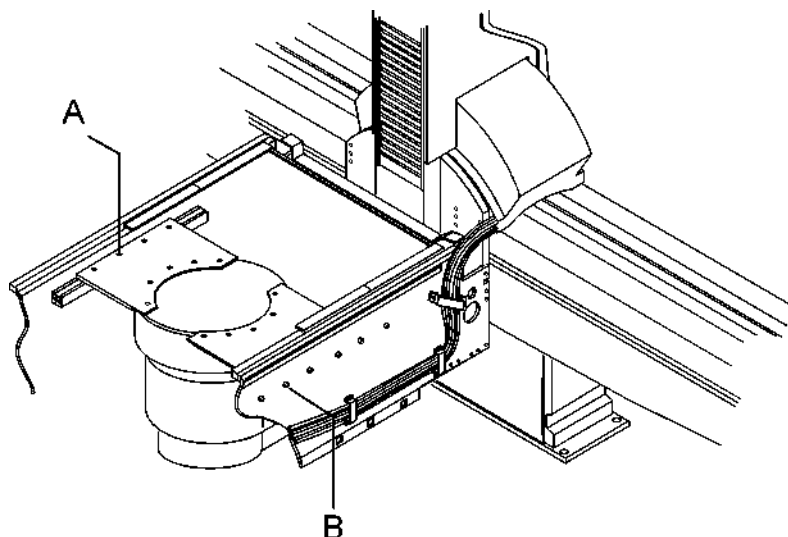

Рис. 3-14.
4. Проверьте поперечное и продольное выравнивание между ЭСУ и ЭОП. Если необходимо выровнять две части, ослабьте винты «А» (Рис. 3-14) на обеих сторонах, чтобы обеспечить боковое движение ЭОП относительно ЭСУ, или болты «В» (Рис.3-14) для продольных движений. Как только вы достигли желаемого положения, затяните винты.